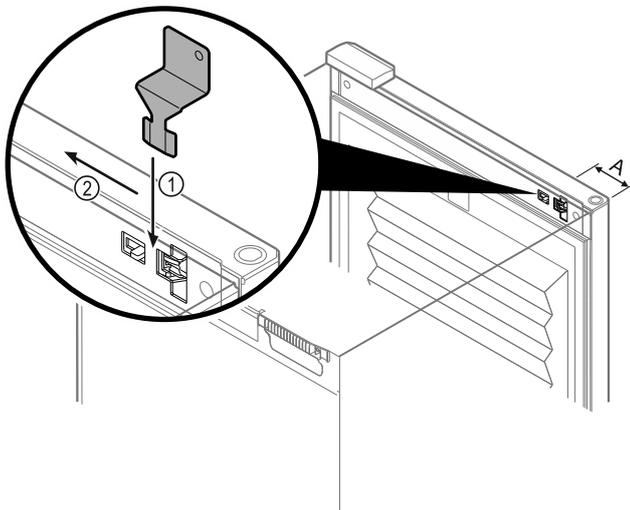

Fig. 94
- ▶ Расположите ключ для аварийной разблокировки в заданном месте Fig. 94 (A) \approx 100 мм.
- ▶ Вставьте ключ для аварийной разблокировки Fig. 94 (1) между дверью и корпусом устройства сверху и до упора.
- ▶ Потяните ключ для аварийной разблокировки в направлении шарнира. Fig. 94 (2)